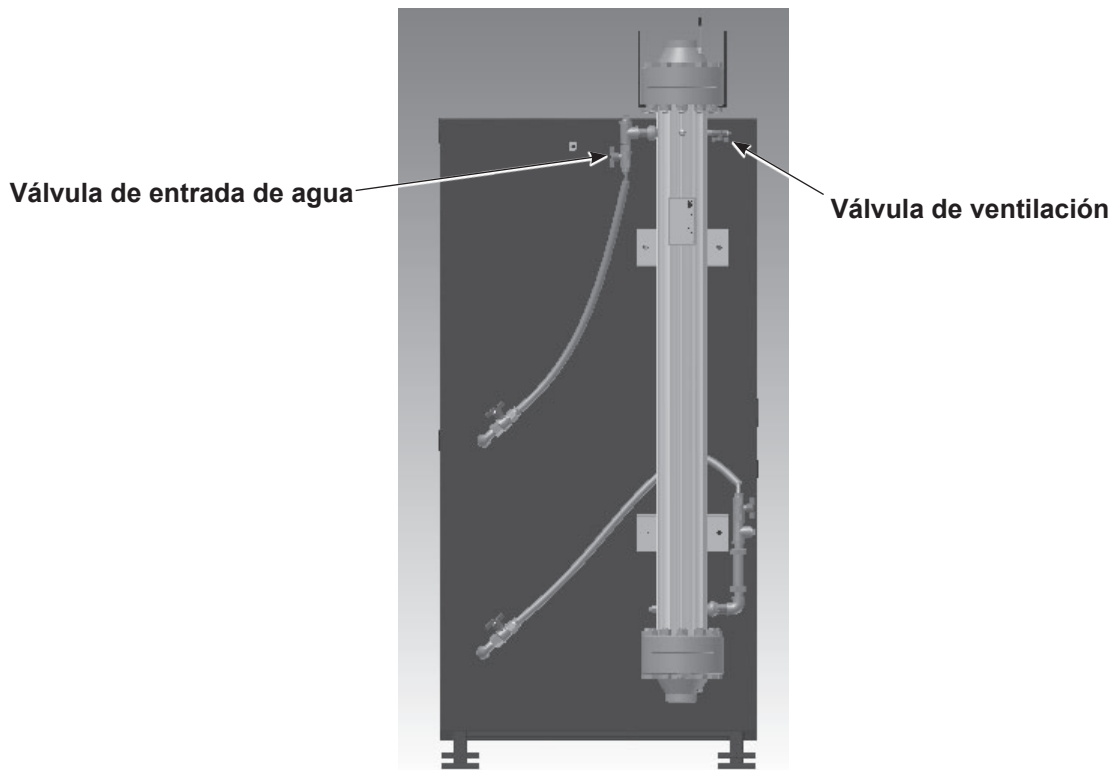

Figura 12 Válvulas de entrada en el intercambiador de calor
2. Ver la Figura 12. Cerrar la válvula de entrada de agua de $\frac{3}{4}$ pulg. en la parte superior del intercambiador de calor.